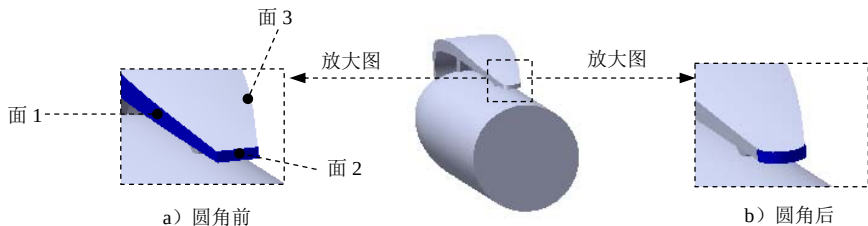

图 3.31.17 圆角 1
Step14. 创建图 3.31.17 所示的零件特征——圆角 1。选择下拉菜单 **插入(I)** → **特征(F)** →  **圆角(U)** 命令; 在“圆角”对话框的 **圆角类型(Y)** 选项组中单击  选项; 选取图 3.31.17a 所示的面 1 为边侧面组 1, 单击以激活中央面组文本框, 选取图 3.31.17a 所示的面 2 为中央面组, 单击以激活边侧面组 2 文本框, 选取图 3.31.17a 所示和面 1 相对的面 3 为边侧面组 2; 单击“圆角”对话框中的  按钮, 完成圆角 1 的创作。